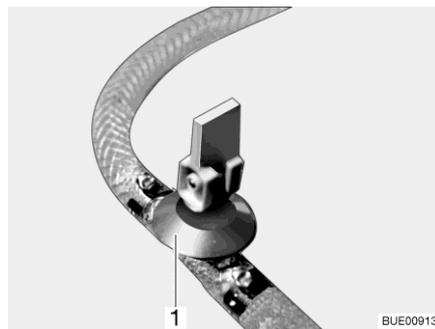
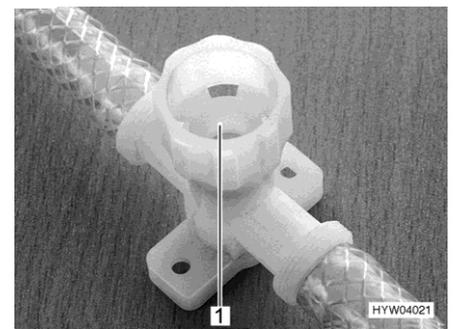

Bild 273 Ablasshahn (mit Kipphebel)
Bild 274 Ablasshahn (mit Drehkappe)
- Alle Ablasshähne schließen. Dazu den Kipphebel des Ablasshahns (Bild 273,1) waagrecht stellen oder die Kappe des Ablasshahns (Bild 274,1) im Uhrzeigersinn drehen.